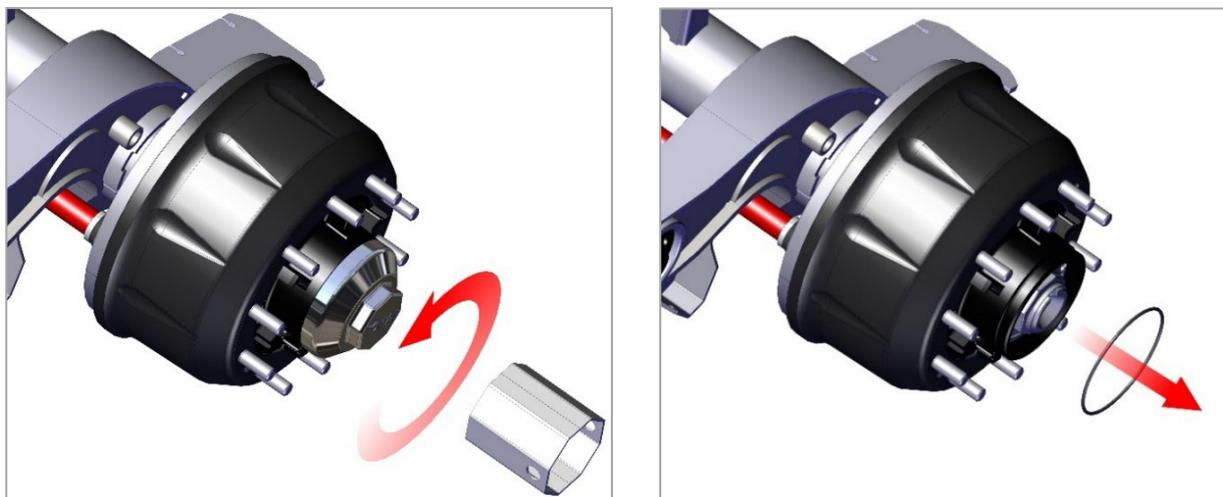

Рис. 17. Снятие крышки ступицы.
1) Отверните специальным ключом крышку ступицы, убедитесь, что резиновое уплотнительное кольцо не повреждено (рис. 17).